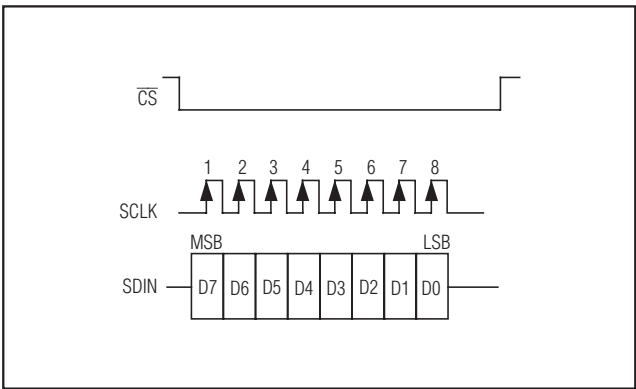

图21. 自动递增模式下的写操作
- 1) 显示存储器访问所使用的自动递增写入模式是一个8位操作(图21)。当执行显示存储器自动递增写入操作时，8位地址是内部产生的，串口只需要8位数据。